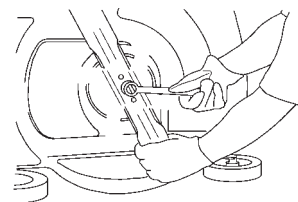

Figure 27
3. Fixez la lame avec l'écrou, comme illustré à la Figure 27.